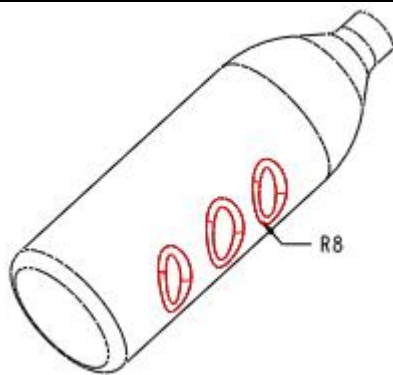

图 3-214
- (1) 单击特征工具栏中的 ，打开圆角特征操控板。
- (2) 如图 3-214 所示建立半径为 8 的圆角。